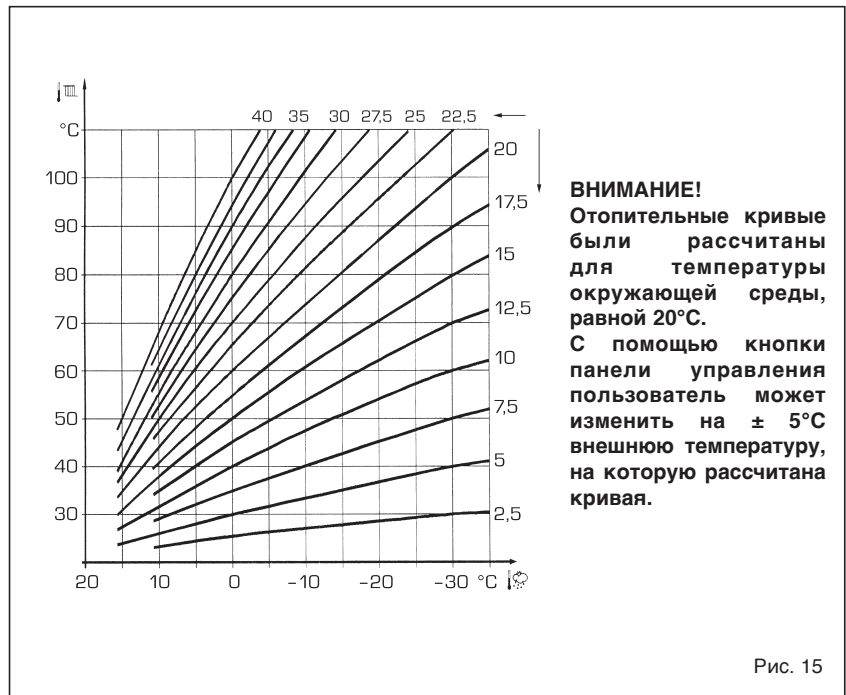

Рис. 15
3.4 ПРИ ПОДКЛЮЧЕННЫМ ВНЕШНЕМ ДАТЧИКЕ (рис. 15)
Если присутствует внешний датчик, НАСТРОЙКИ отопления осуществляются на основании климатических кривых в зависимости от внешней температуры и, в любом случае, они ограничиваются значениями в пределах диапазона, который был описан в пункте 3.3 (параметры ПАР 25 для зоны 1, ПАР 26 для зоны 2). Для устанавливаемой климатической кривой можно выбрать значение от 3 до 40 (шагом в 1 значение). Увеличивая наклон, представленный кривыми на рис. 15, увеличивается температура подачи установки в зависимости от внешней температуры.